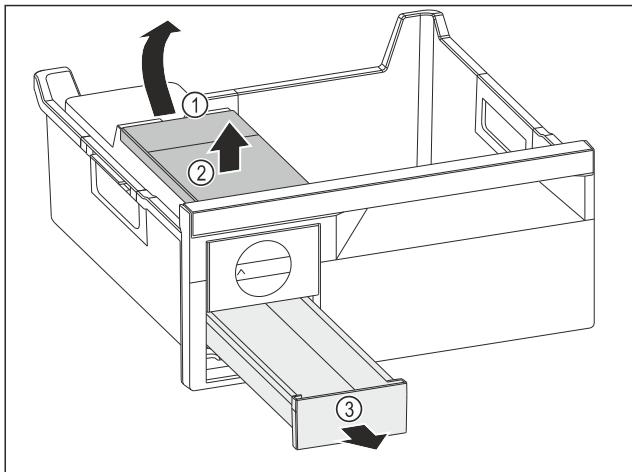

Fig. 77
- Изваждане на резервоара за вода: Повдигнете резервоара за вода при прореза Fig. 77 (1).
- Извадете резервоара за вода Fig. 77 (2) нагоре.
- Извадете чекмеджето за ледени кубчета Fig. 77 (3) напред.